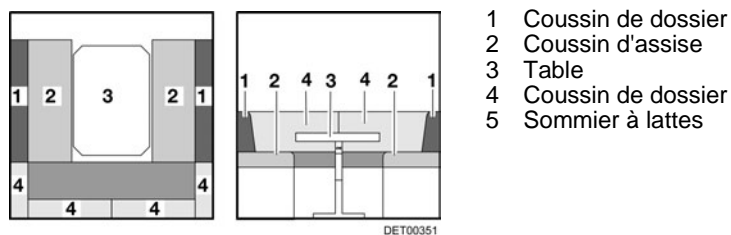

Fig. 107 Avant la transformation
- Convertir la table (Fig. 107,3) en sommier de lit (voir paragraphe 7.7).